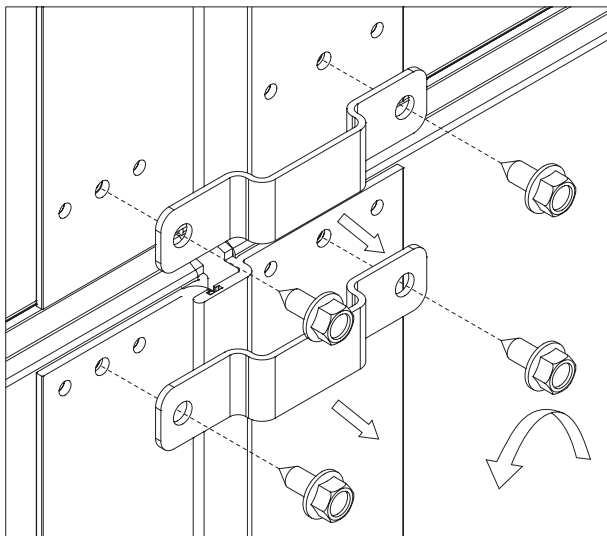

Рис.32
- вывернуть самонарезающие винты и снять транспортные скобы (рис.32).